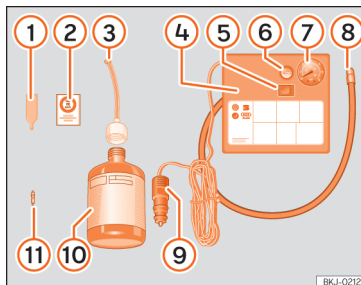

Fig. 32 Representação padrão: conteúdo do kit antifuros.
O kit antifuros está localizado na bagageira, por baixo do revestimento do piso. Inclui os seguintes componentes »» **Fig. 32:**
- Desenrosque a proteção e o obus da válvula do pneu. Utilize o aparelho »» **Fig. 32** 1 para retirar a carga. Coloque-o numa superfície limpa.
- Agite com força a garrafa de vedante de pneus »» **Fig. 32** 10.
- Enrosque o tubo de enchimento »» **Fig. 32** 3 na garrafa de vedante. O selo da garrafa partir-se-á automaticamente.
• Remova o tampão do tubo de enchimento »» **Fig. 32 ③** e enrosque a extremidade aberta do tubo na válvula do pneu.
»» **Fig. 32 ①** na válvula do pneu.
• Enrosque o tubo de enchimento do pneu do compressor »» **Fig. 32 ⑧** na válvula do pneu.
• Verifique se o parafuso de evacuação de ar está fechado »» **Fig. 32 ⑥**.
• Ligue o conector »» **Fig. 32 ⑨** à tomada de corrente de 12 volts do veículo »» **Página 158**.
• Ligue o compressor de ar com o interruptor ON/OFF »» **Fig. 32 ⑤**.
• Cole o autocolante »» **Fig. 32 ②** no painel de instrumentos, dentro do campo visual do condutor.
Volte a enrosocar o tubo de enchimento »» **Fig. 32 ⑤** e verifique a pressão no manómetro ⑥.